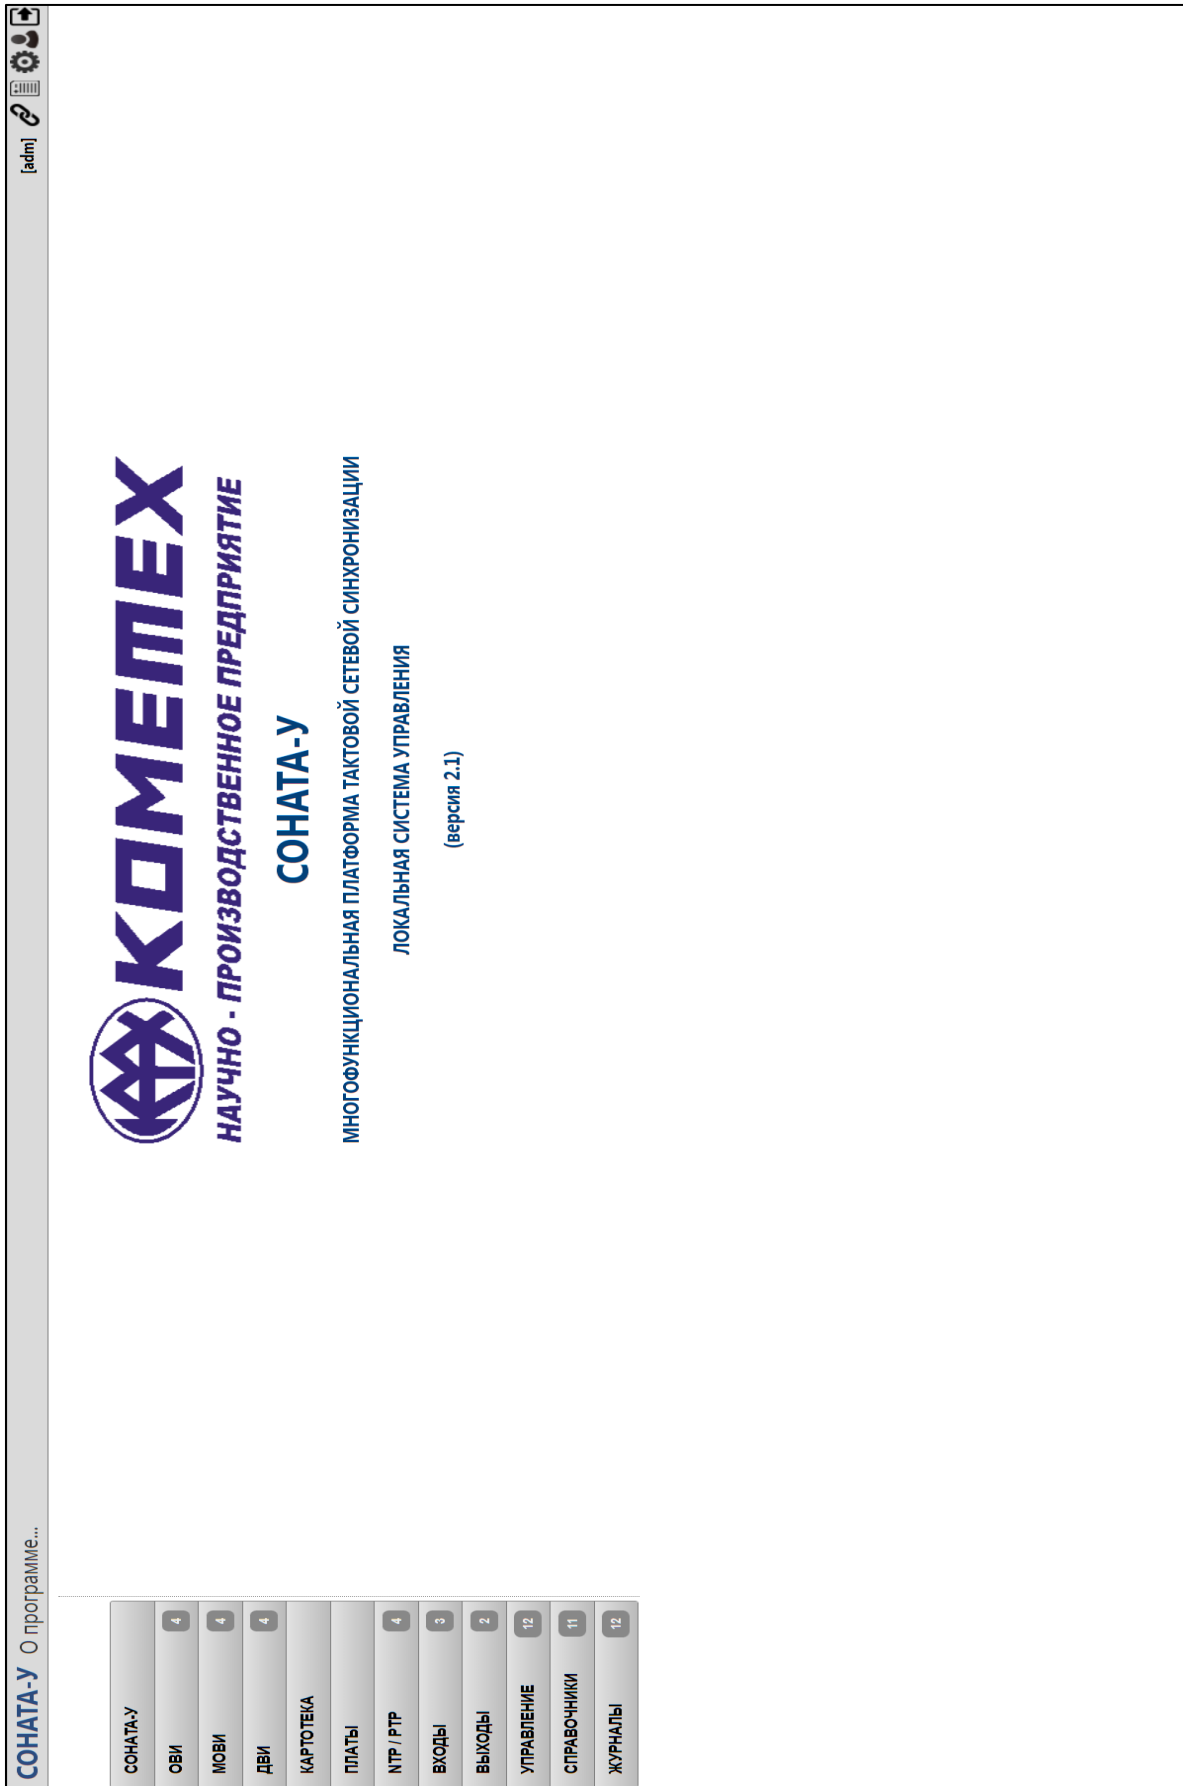

Рис. 5. Основной экран
– в правом верхнем углу основного экрана (Рисунок 5) нажать кнопку с пиктограммой шестеренки – переход в меню служебных настроек;